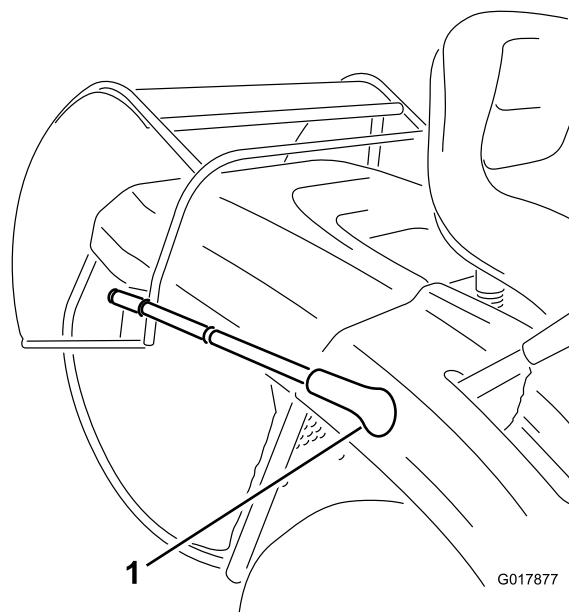

Figura 16
3. Tirate in avanti la leva di scarico del cesto di raccolta e inclinate il cesto (Figura 16).